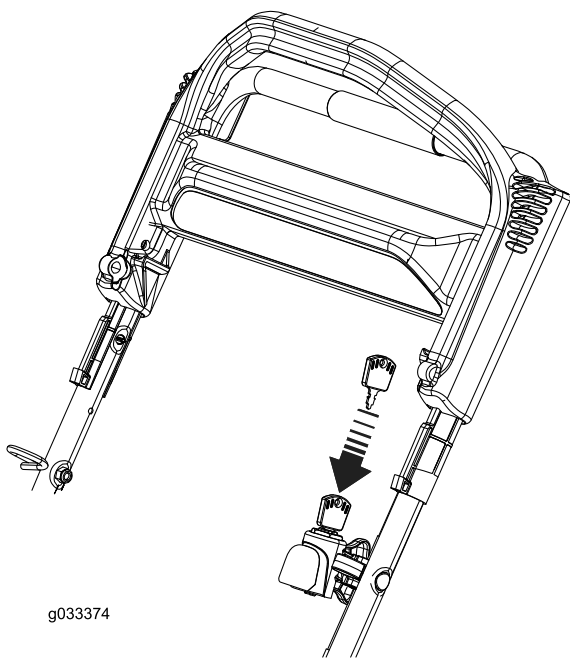
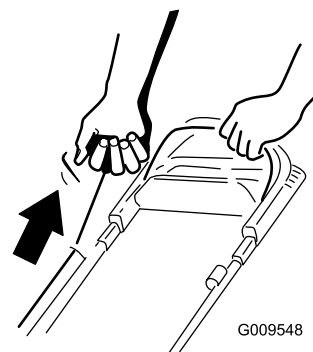

Рисунок 18
Рисунок 19
2. Вставьте ключ в замок зажигания и поверните его (только для модели с электрическим запуском; см. Рисунок 18) или потяните за рукоятку механического стартера (Рисунок 19).
(Рисунок 19). Дайте тросу медленно вернуться в ручку.